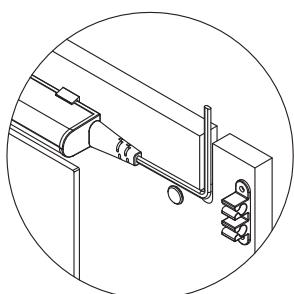

图9
- 1) 如图9所示，将接线头从化妆镜的开槽处引出，并把接头插入灯具。